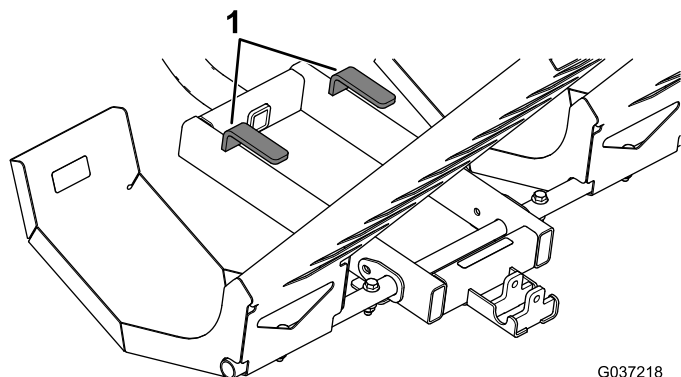

Figure 14
2. Enclenchez les essieux de l'épandeur à l'aide des dispositifs de retenue d'essieux (Figure 14).